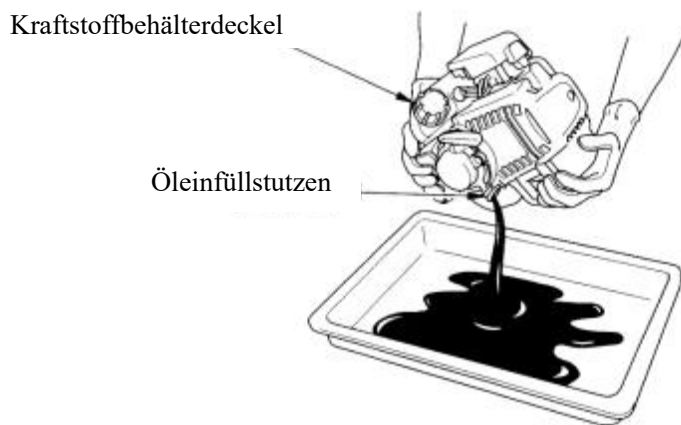

Abb. 11
- Entfernen Sie den Ölstandmesser, halten Sie den Motor mit dem Öleinfüllstutzen nach unten und lassen Sie das Motoröl in den Behälter ab, wie in Abb. 11 dargestellt.